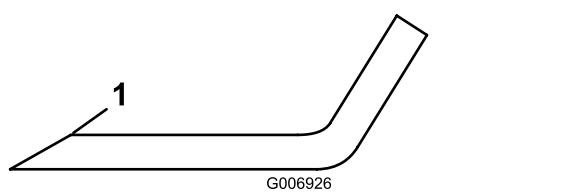

Figure 103
5. Examinez les tranchants de toutes les lames. aiguissez-les s'ils sont émoussés ou ébréchés. N'aiguisez que le haut du tranchant et conservez l'angle de coupe d'origine pour obtenir une coupe nette (Figure 103).
6. Si elles sont émoussées ou ébréchées, n'affûtez que le haut du tranchant et conservez l'angle de coupe d'origine (Figure 103).